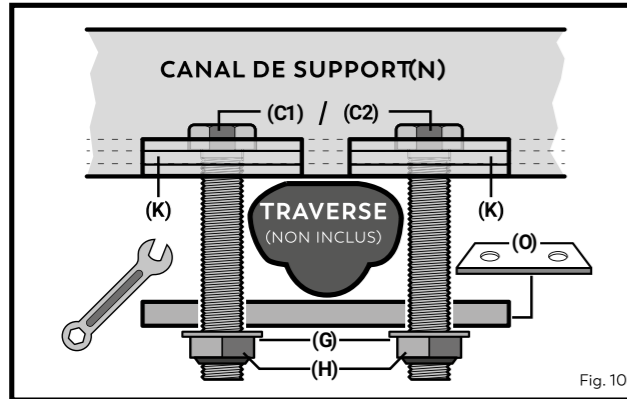

Fig. 10
4.7 Prenez les **plaques de fixation O** et fixez-les aux **vis à l'aide des écrous H** (8x) et des **rondelles G** (8x) (voir fig. 10).